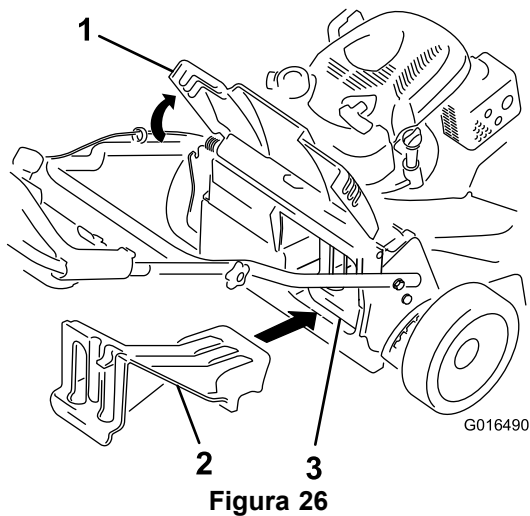

Figura 26
- Si el tapón de descarga trasero no está instalado, sujételo por el asa, eleve el deflector trasero e introdúzcalo en el conducto de descarga trasera hasta que el enganche encaje en su sitio; consulte Figura 26.
**Importante:** Asegúrese de que el tapón de descarga trasera está colocado antes de reciclar los recortes (Figura 26).